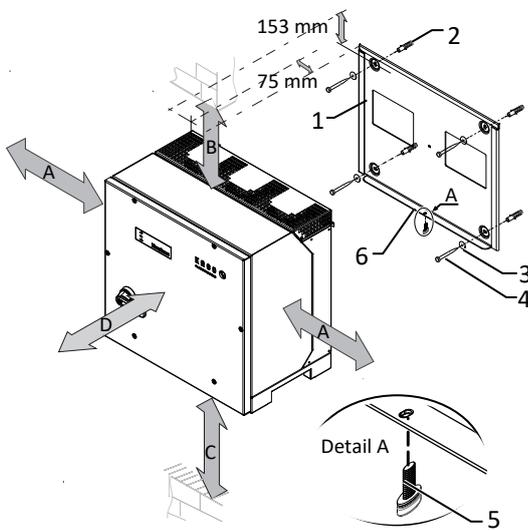

Abb. 11: Mindestabstände für Wandmontage
3. Beiliegende Schraube an der Lasche der Halterung einsetzen und Gerät zur Sicherung gegen Ausheben befestigen [✗ T30 /  2 Nm] ([Siehe Abbildung 11 [▶ Seite 17]]).